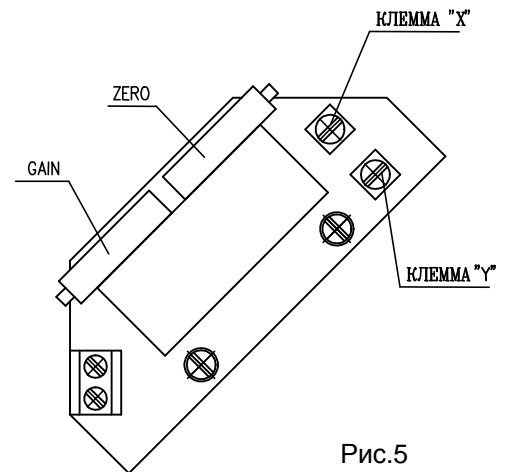

Рис.5
4.4.1 EPV – подключение 2-х внешних кабелей (рис.5,5а)
- Установите омический датчик на основании инструкций в предыдущей главе так, что омическую величину.измеряйте на клеммах X-Y или R-R (рис.5,5а) (употреблен датчик с сопротивлением 100Ω).
- Поворачиванием устанавливающего триммера GAIN или В (рис.5) установите величину выходного сигнала тока, измеряемого на клеммах 81-82, на величину 20 мА.
Рис. 5а